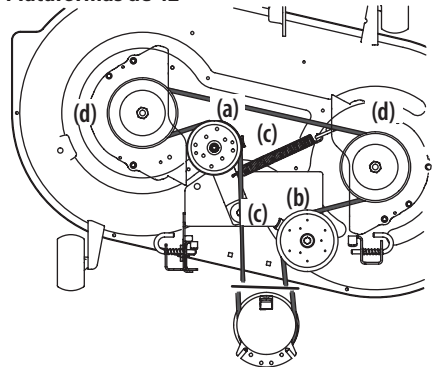
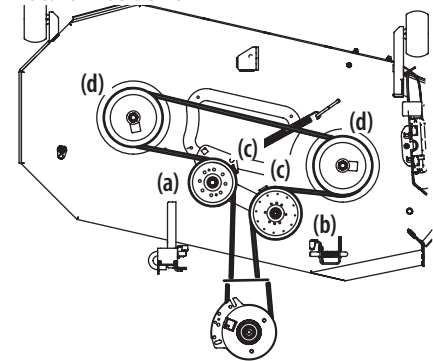
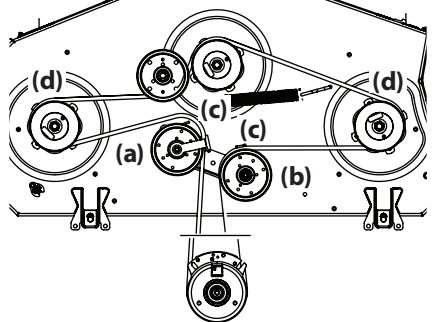
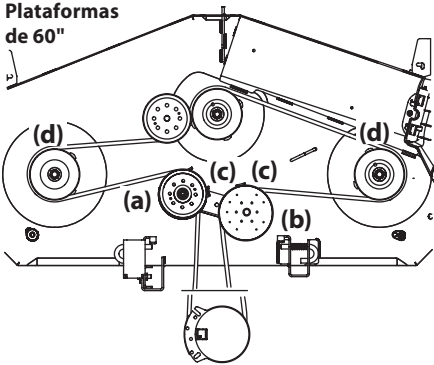

Figura 46
Figura 47
Figura 48
Figura 49
2. Afloje, pero no quite los herrajes de la polea loca a la derecha (a) y la izquierda (b). Consulte la Figura 46 para las plataformas de 42", la Figura 47 para las plataformas de 46", la Figura 48 para las plataformas de 50" y 54" y la Figura 49 para las plataformas de 60".